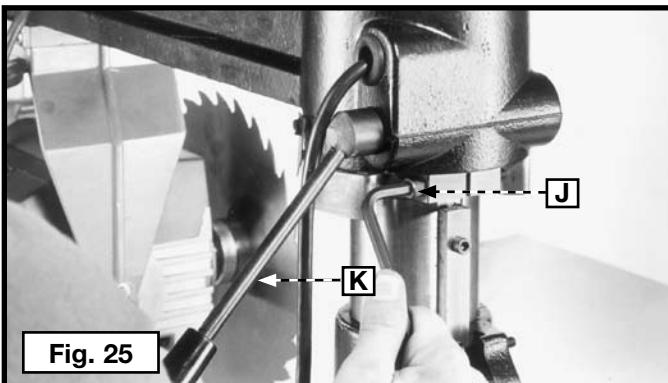
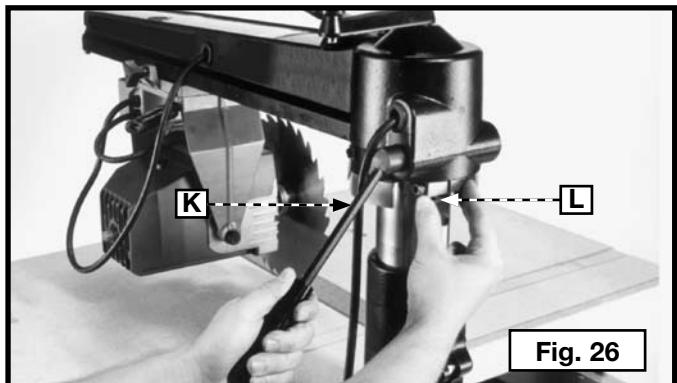

Fig. 24
Fig. 26
- Desserrer le bouton de serrage de la tête de coupe (S) Figure 24. Faire glisser la tête de coupe (T) sur toute la longueur du bras (A) pour déterminer si la lame (C) se déplace parallèlement à l'équerre (E).
- Faire pivoter le bras (A) Figure 24 jusqu'à ce que la lame (C) se déplace parallèlement à l'équerre (E). Serrer la poignée de fixation du bras (K) Figure 26.
- Avec la poignée de fixation du bras (K) Figure 26 serrée, faire tourner l'anneau d'index (L) dans le sens inverse des aiguilles d'une montre jusqu'à ce qu'il s'arrête. Serrer la vis de verrouillage de l'anneau d'index (J) Figure 27.
Bien que la course de la tête de coupe puisse être parfaitement alignée à 90° avec le guide, la lame elle-même peut ne pas être à 90° ou ajustée avec le guide (Figure 26). Cette condition est appelée « talonnement ». Vérification et réglage :